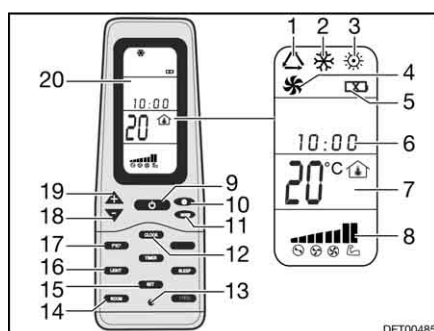

Fig. 150 Telecomando
- Premere il tasto ON/OFF (Fig. 150,9).
- Premere il tasto "Mode" (Fig. 150,11) spesso, finché la modalità desiderata (Fig. 150,1, 2, 3 o 4) viene visualizzata sul display (Fig. 150,20).
- Impostare la temperatura desiderata con i tasti "+" (Fig. 150,19) e "-" (Fig. 150,18).
- Con il tasto velocità dell'aria (Fig. 150,10) selezionare il livello desiderato per la ventola.